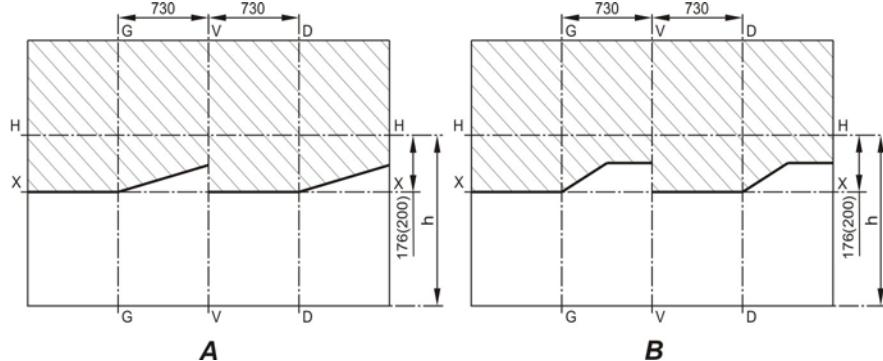

Рис. 8.6. Разметка экрана для регулировки фар:
- установить ненагруженный автомобиль на ровную горизонтальную площадку на расстоянии 10 м от экрана (рис. 8.6);
У отрегулированных фар горизонтальный участок светотеневой границы должен совместиться с линией X—X (рис. 8.6А, 8.6В), наклонные участки светотеневой границы должны соответствовать рис. 8.6А (с маркировкой на рассеивателе «AL» и рис. 8.6В (с маркировкой на рассеивателе «ОСВАР»), а точки пересечения горизонтального и наклонного участков светотеневой границы – с линиями G—G и D—D.